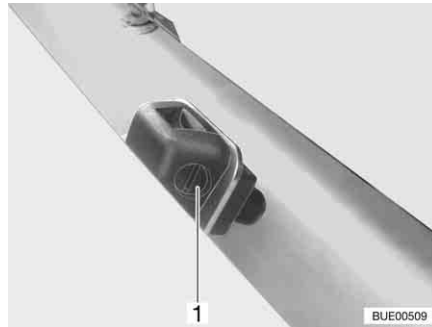

Bild 28 Spolarmunstycke
- Vrid ställskruven (Bild 28,1) med en lämplig skruvmejsel tills önskat läge nås.